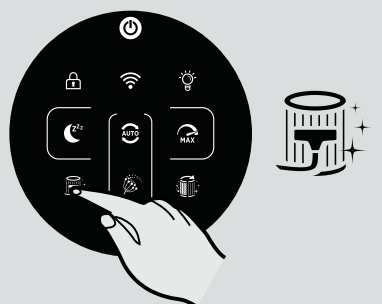

Fig. 12
FILTERRENGØRING ALARM funktion [Fig. 12]:
- Tryk og hold FILTER RENGØRING knappen eller FILTER UDSKIFTNING knappen i 3 sekunder, en lydhør alarm lyder for at indikere en gennemført nulstilling, og knappen vil være slukket. [Fig. 12,13]